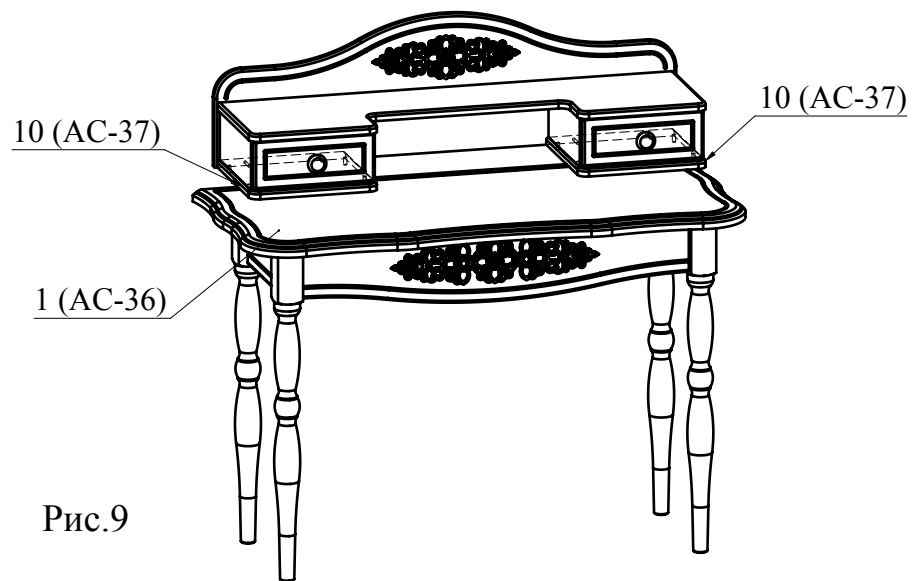

Рис.9
3. закрепить между собой изделие АС-37 с изделием АС-36 при помощи шурупов 4x30 (Рис. 9).